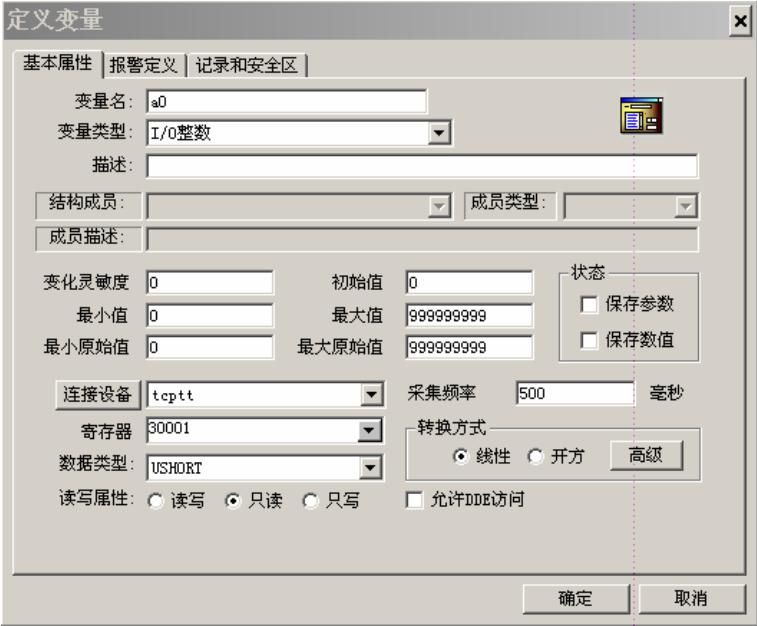

图 B-3-8
- 如图 B-3-8，变量类型选择 I/O 整数，寄存器 30001 对应 PLC 输出区第 1 个字（整型即上面组态的%QW2）。